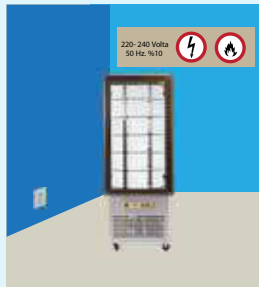

Abb. 2
- Das Gerät ist eingestellt für 220-240 V 50Hz Stadtstrom. Eine andere Spannungseinstellung führt zum Ausfall des Kühlgerätes und kann Brand verursachen. (Abb. 2)